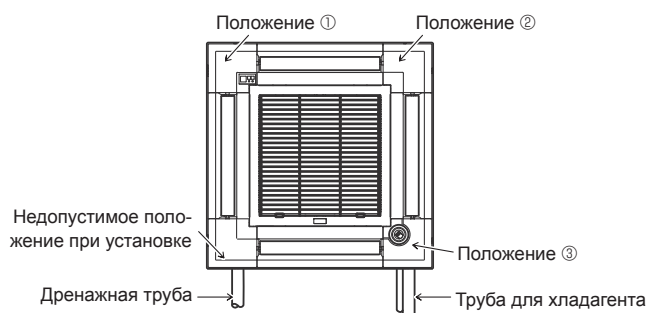

Fig. 6-11
Для главного прибора нельзя устанавливать угловую панель приемника сигналов на стороне дренажной трубы. (См. Fig. 6-11)
- Угловая панель i-see Sensor должна крепиться на вентиляционную решетку ① винтом ③.
- \* Если положение i-see Sensor было изменено с положения по умолчанию (положение ③) на другое положение, измените настройки функции. (Fig. 6-11)
- Для главного прибора невозможно установить угловую панель i-see Sensor на стороне дренажной трубы. (См. Fig. 6-11)